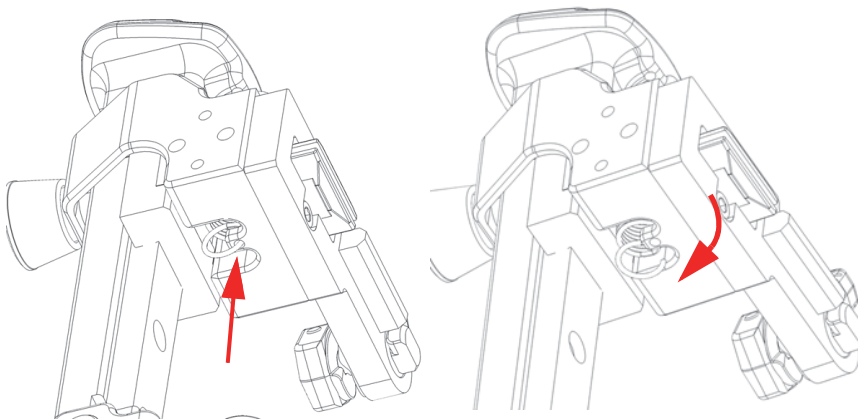

图 2-29 从固定孔中取出弹簧
1. 使用一个尖嘴钳，从弹簧加载臂支架的孔中取出弹簧的底部（参见第60页的图 2-29）。